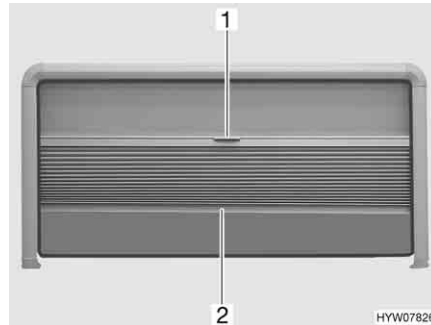

Fig. 56 Fenêtre projetante
- Saisir la tige de fermeture (Fig. 56,2) du dispositif occultant plissé par le milieu et tirer avec précaution vers le bas.
- Maintenir la tige de fermeture (Fig. 56,2) du dispositif occultant plissé par le milieu et pousser ce dernier avec précaution vers le haut.
- Tirer la moustiquaire vers le bas en la maintenant par la poignée (Fig. 56,1).
- Pousser la moustiquaire à fond vers le haut en la maintenant par la poignée (Fig. 56,1).